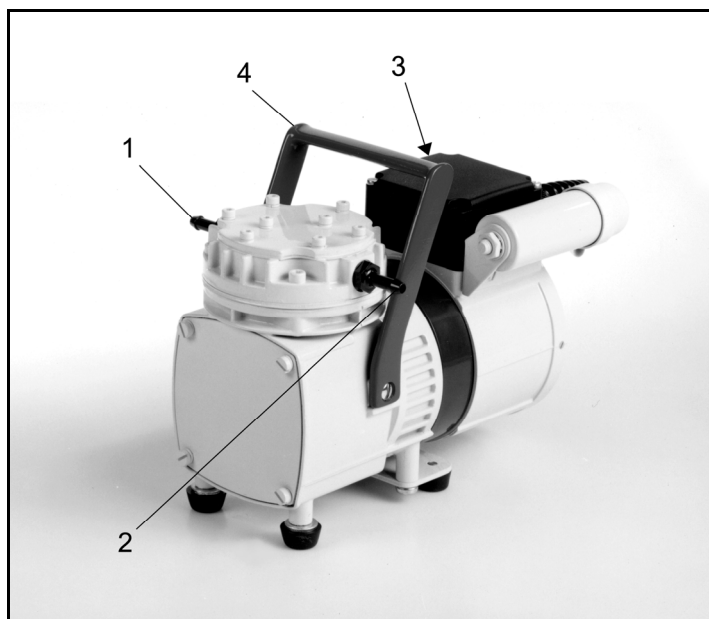

Fig. 2: Bomba de membrana N 022 AN.18
- Arrancar la bomba con el interruptor de encendido (véase la Fig. 2, 3 ó 4, posición 3).
- Parar la bomba con el interruptor de encendido (véase la Fig. 2, 3 ó 4, posición 3).